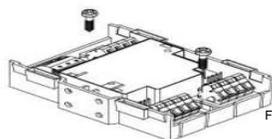

Fig. 4.2.1
- Instalação diretamente em um gabinete de comutação ou em uma unidade de controle: monte o módulo sobre uma superfície uniforme (Fig.4.2.1).
2. Fixe o módulo com dois parafusos M4x15 (Fig. 4.2.1). Distância entre orifícios: 63,5 ±1,0 mm